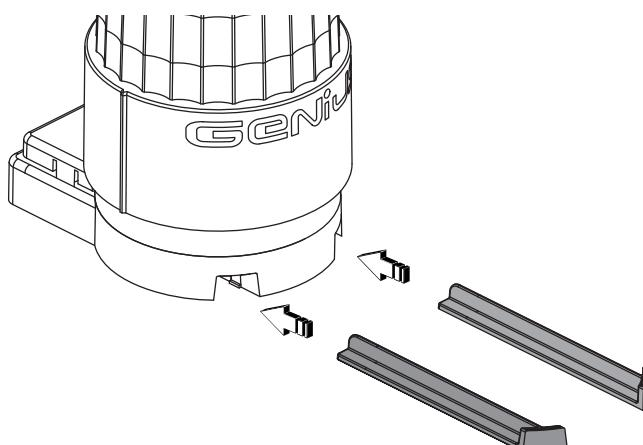

Fig. 11
13. Montare le due slitte frontali (Fig. 11).